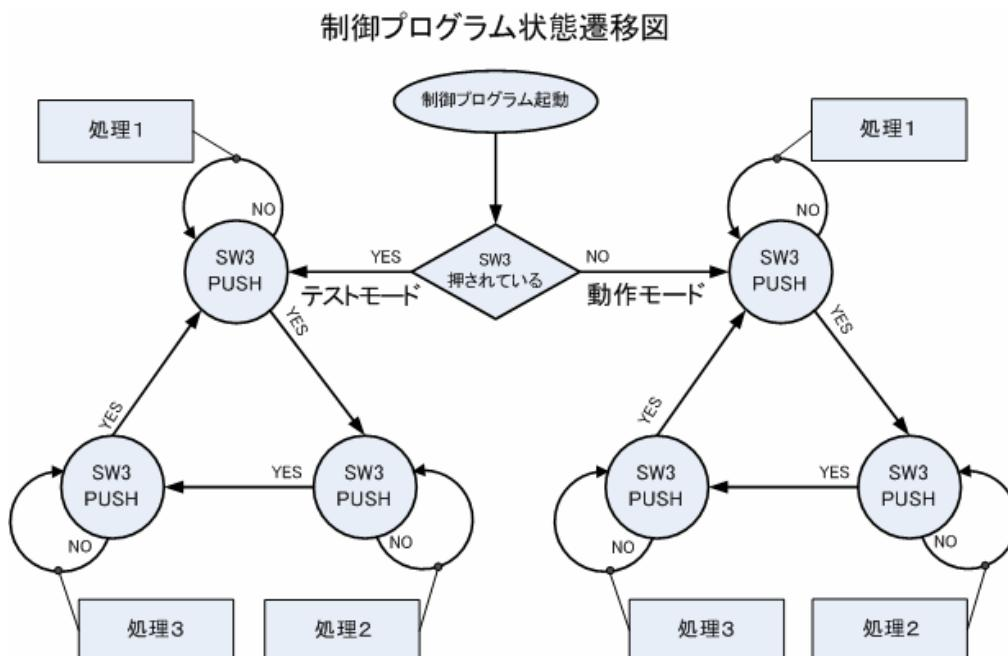

図12
また、押しボタンスイッチ(SW3)の操作による制御プログラムの状態遷移については、図12 簡易距離計測ボード制御プログラムの遷移図を参照。
- プッシュ操作によって、「動作モード」、「テストモード」とも、それぞれ三つの動作を順(処理1→2→3)に行わせる。(図12参照)